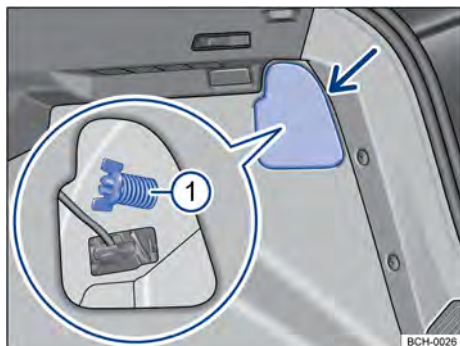
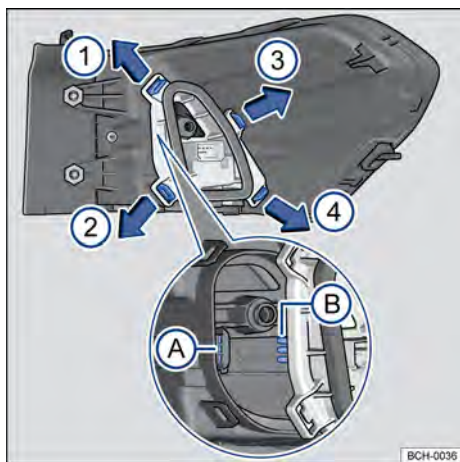

Fig. 164 No compartimento de bagagem: desinstalar cobertura e retirar o parafuso borboleta ① (lupa).
Fig. 165 Lanterna traseira: desinstalar o suporte das lâmpadas
- ① Observar a lista de controle e executar as ações → Página 216.
- ② Abrir a tampa traseira → Página 75.
- ③ Para abrir a cobertura da lanterna, girar a trava → Fig. 164 (seta).
- ④ Abrir a cobertura junto com a trava para o lado.
- ⑤ Soltar o parafuso borboleta ① (lupa) e retirá-lo, segurando, ao mesmo tempo a lanterna traseira.
- ⑥ Puxar cuidadosamente a lanterna traseira para fora, para desencaixá-la da carroceria → ①.
- ⑦ Desencaixar o conector de alimentação das lâmpadas da lanterna, para remover totalmente a lanterna.
- ⑧ Colocar a lanterna traseira sobre uma superfície limpa e lisa.
- ⑨ Para destravar o suporte das lâmpadas, pressionar cada lingueta de travamento → Fig. 165 no sentido das setas.
- ⑩ Remover o suporte das lâmpadas cuidadosamente.
- ⑪ Para remover as lâmpadas incandescentes queimadas pressionar a lâmpada contra o alojamento e girar no sentido anti-horário.
- ⑫ Substituir a lâmpada incandescente queimada por uma lâmpada incandescente nova do mesmo modelo.
- ⑬ Para inserir as novas lâmpadas no suporte das lâmpadas, introduza a nova lâmpada no respectivo alojamento. Pressionar a lâmpada e girar no sentido horário até o batente.
- ⑭ Certificar-se de que as lâmpadas estão corretamente fixadas no suporte das lâmpadas.
- ⑮ Instalar o suporte das lâmpadas na lanterna traseira, com atenção no encaixe das lâminas de contato na carcaça → Fig. 165 A e B. As linguetas de travamento devem encaixar de forma audível obedecendo a sequência → Fig. 165 ①, ②, ③ e ④.
- ⑯ Colocar o conector de alimentação na lanterna.
- ⑰ Encaixar a lanterna traseira cuidadosamente no alojamento da carroceria.
- ⑱ Segurar a lanterna traseira na posição de montagem com uma das mãos e aparafusar com a outra o parafuso borboleta → Fig. 164 ①.
- ⑲ Recolocar a cobertura da lanterna em sua posição e girar a trava para fechar.
- ⑳ Fechar a tampa traseira → Página 75.